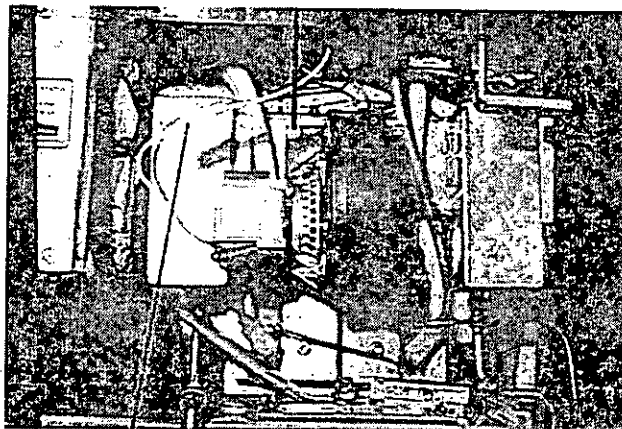

Figura 2
1. Scollegare i cavi dal gruppo del soffiante. Consultare la figura 2.
2. Rimuovere i 4 dadi da 6mm (¼") posti sulla flangia dell'alloggiamento del soffiante. Consultare la figura 2.